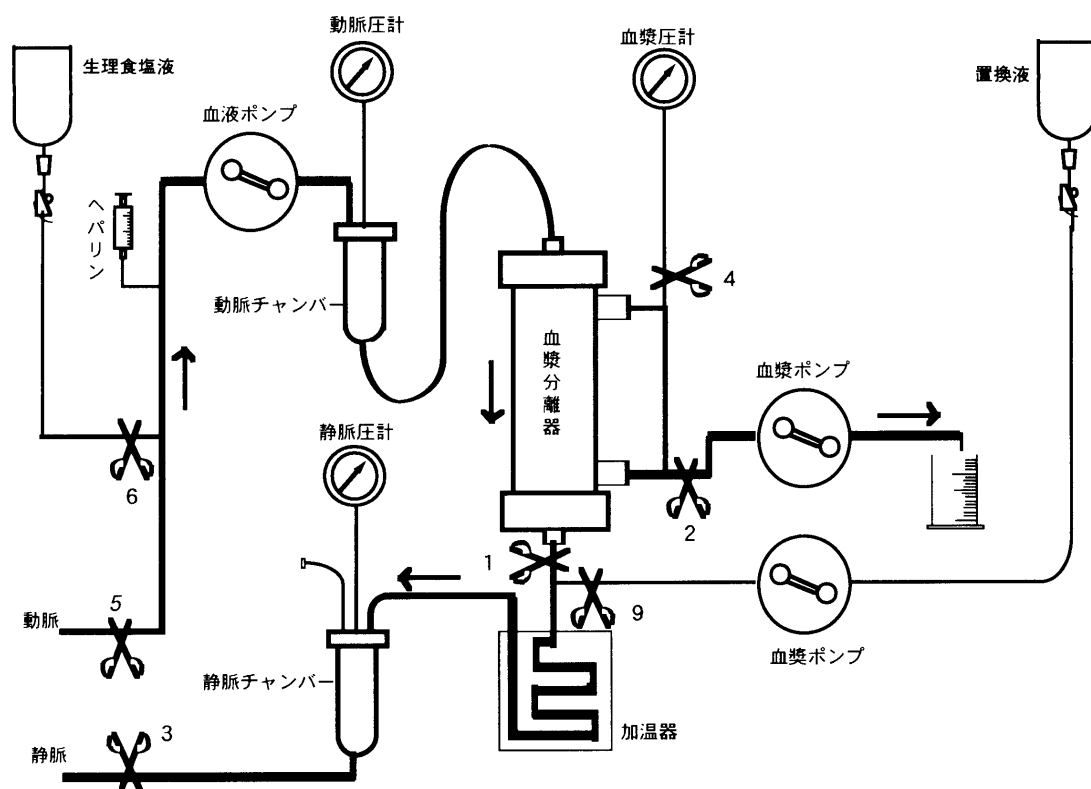

図6 単純血漿交換法：プライミング
④血液回路、血漿分離器のヘパリン添加生理食塩液によるプライミング（図6）